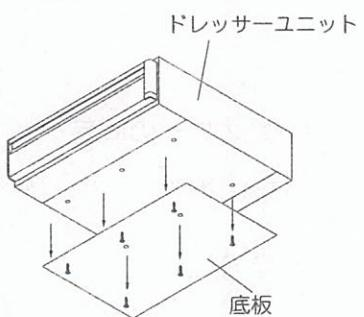
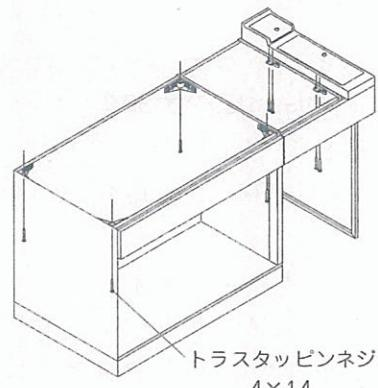

図9-3-2
図9-3-3
- ①ドレッサー・ユニットの底板を取りはずしてください。(図9-3-2)
- ②化粧品ボックスとカウンターの隙間をなくすようにしてカウンターをキャビネットの上に載せてください。
- ③ベースキャビネット4隅の隅補強、ドレッサー・ユニットのL金具を介して所定のネジでカウンターを固定してください。(図9-3-3)